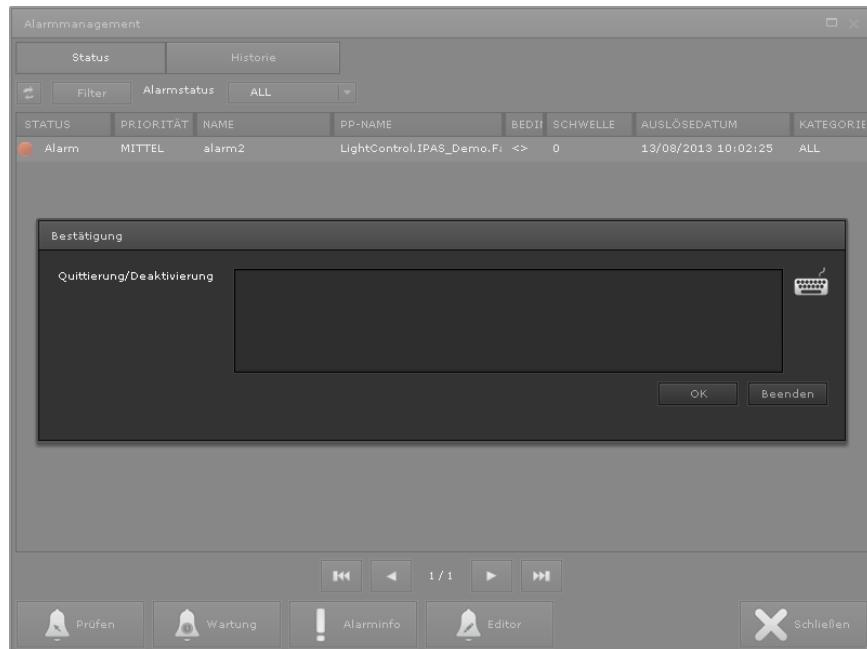

Abbildung 80: Alarmquittierung
**Alarm prüfen:** Öffnet in Zusammenhang mit dem Alarmmanagement-Fenster ein Texteingabefeld gemäß Abbildung 80:Abbildung 80.